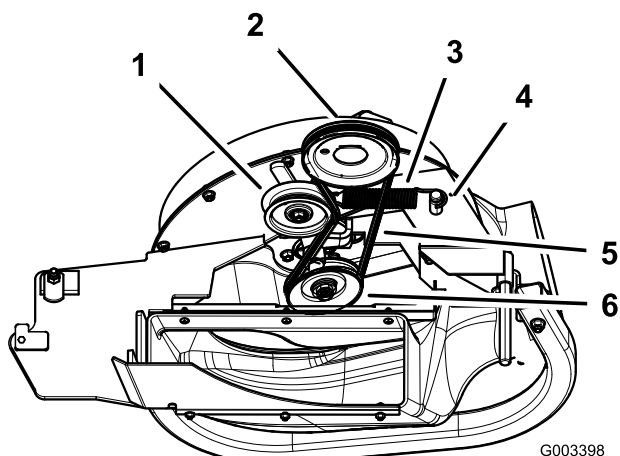

Figura 39
3. Empurre a polia intermédia da mola para trás para aliviar a tensão da correia (Figura 39).
5. Instale a nova correia em torno das polias do soprador e da polia da plataforma do cortador (Figura 39).
7. Empurre a polia intermédia da mola para trás e instale a correia na polia intermédia da mola (Figura 39).